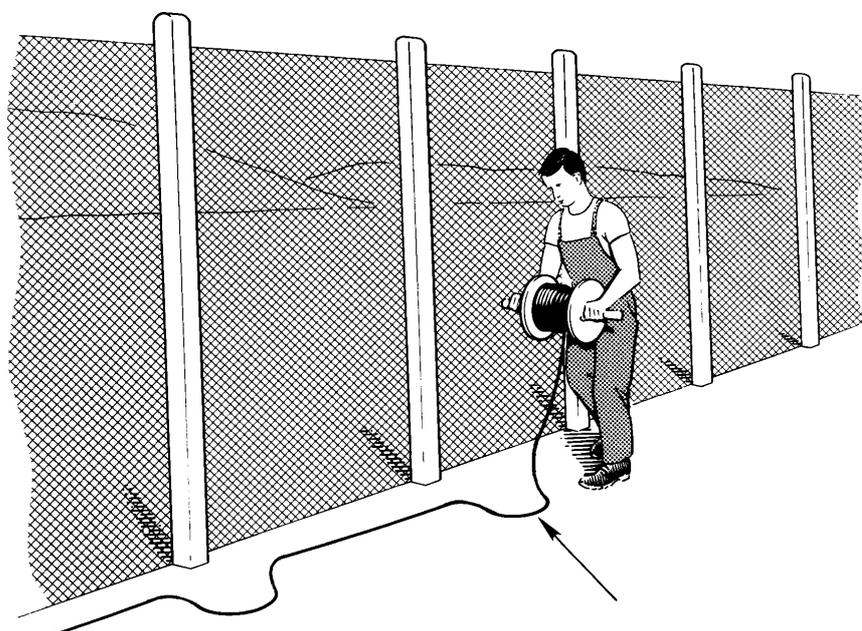
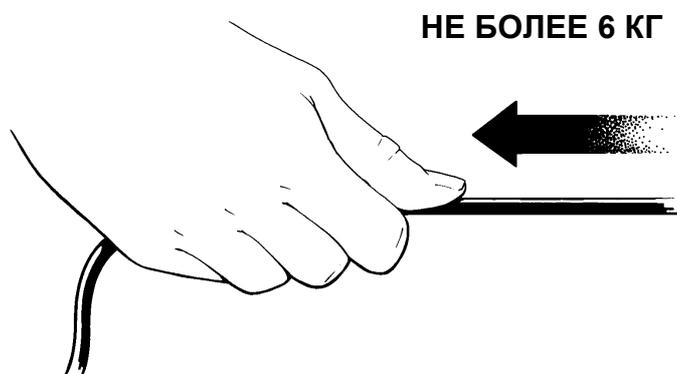
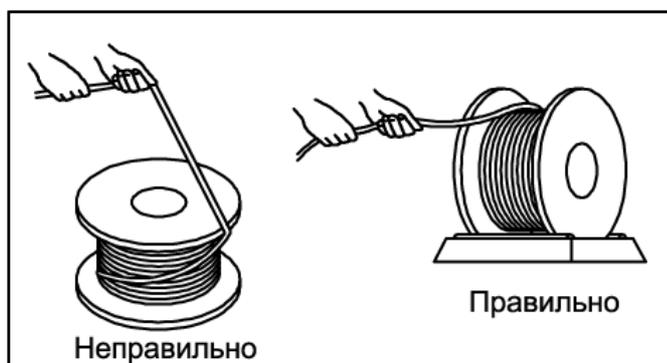
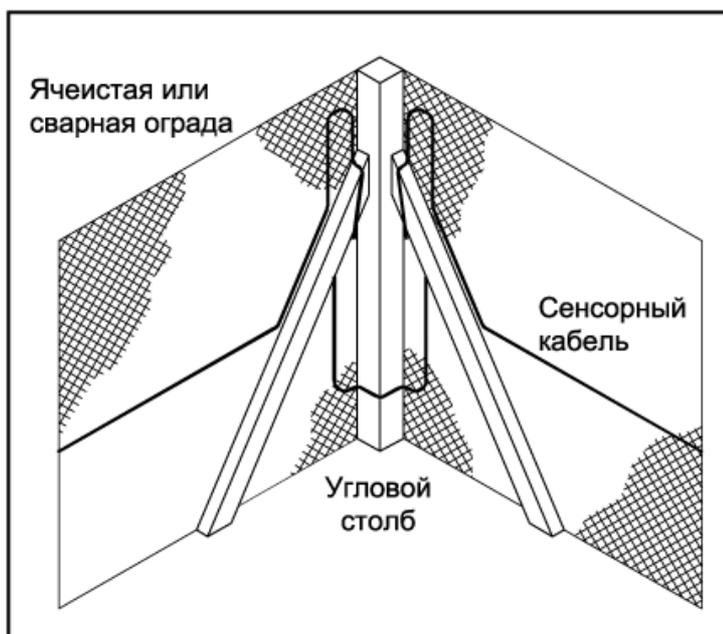

Рис. 1. Размотка сенсорного кабеля и петли кабеля, оставляемые у столбов оgrade.
Рис. 4. Натяжение сенсорного кабеля не должно превышать 6 кг.
Рис. 7. Размотка кабеля с катушки.
Рис. 8. Монтаж сенсорного кабеля вблизи угловых столбов.
1. Размотка сенсорного кабеля с катушки всегда должна осуществляться с использованием оси, вставляемой в центральное отверстие катушки. В противном случае возможно образование петель кабеля и повреждений внутри него. На Рис. 1 показан рекомендуемый способ разматывания сенсорного кабеля с катушки перед прикреплением его к оgrade. При размотке катушки убедитесь, что сенсорный кабель разматывается без рывков и усилий. Следует иметь в виду, что для размотки кабеля с большой катушки требуется 2 человека.
4. Допустимое максимальное натяжение сенсорного кабеля не должно превышать 6 кг (13 фунтов). Более сильное натяжение вызывает внутренние повреждения кабеля, которые трудно заметить по внешней оболочке (См. Рис. 4).
Стальные столбы используются в качестве опор для оград из сварных решеток. Иногда возможно пропустить сенсорный кабель сквозь отверстия в столбе и т.о. избежать формирования петель вокруг столбов. Предполагается, что кабель при этом сматывается с катушки с помощью приспособления, показанного на Рис. 7 справа, а не кладется на землю, как это показано на Рис. 1. Когда кабель сматывается с катушки с помощью такого приспособления (Рис. 7 справа), один человек вращает катушку кабеля на роликах, в то время как другой человек аккуратно вытягивает сенсорный кабель из катушки, не подвергая его излишнему натяжению. Катушка **не должна** вращаться только за счет натяжения вытягиваемого сенсорного кабеля. См. Рис. 4.
Расположите сенсорный кабель вблизи угловых столбов так, как это показано на Рис. 8. Такая конфигурация с дополнительными петлями сенсора повысит вероятность обнаружения вторжения.
2. Проденьте трубку или стержень через центр катушки с кабелем и двигайтесь к другому краю зоны, разматывая сенсорный кабель с катушки и оставляя его лежать на земле (См. Рис. 1). Вращайте катушку с кабелем при движении.
3. Расположите кабель в ненапрянутом состоянии на земле, образуя петли кабеля вокруг столбов ограды (Рис. 1) и угловых стоек (Рис. 8).